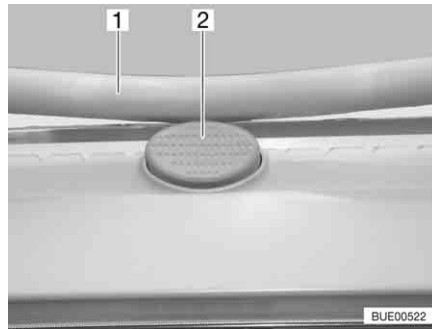

Fig. 88 Bouton de sûreté sur le lanterneau Heki
- Appuyer sur le bouton de sûreté (Fig. 88,2) et tirer l'étrier (Fig. 88,1) vers le bas avec les deux mains.
- Pousser l'étrier vers le haut avec les deux mains jusqu'à ce que ce dernier se trouve au-dessus du bouton de sûreté (Fig. 88,2).